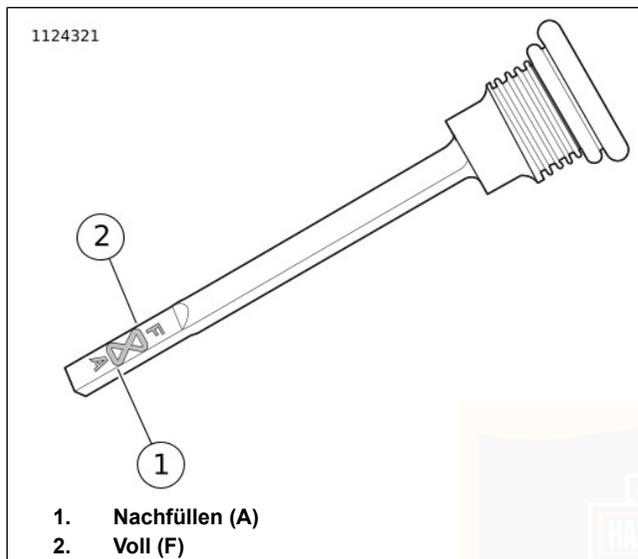

Abbildung 44. Getriebeschmiermittelstand
4. Siehe Abbildung 44. Einfüllverschlussstopfen/Ölmesstab entfernen. Den Schmiermittelstand auf dem Ölmesstab prüfen. Der richtige Ölstand liegt zwischen den Markierungen Add (A) (1) und Full (F) (2).